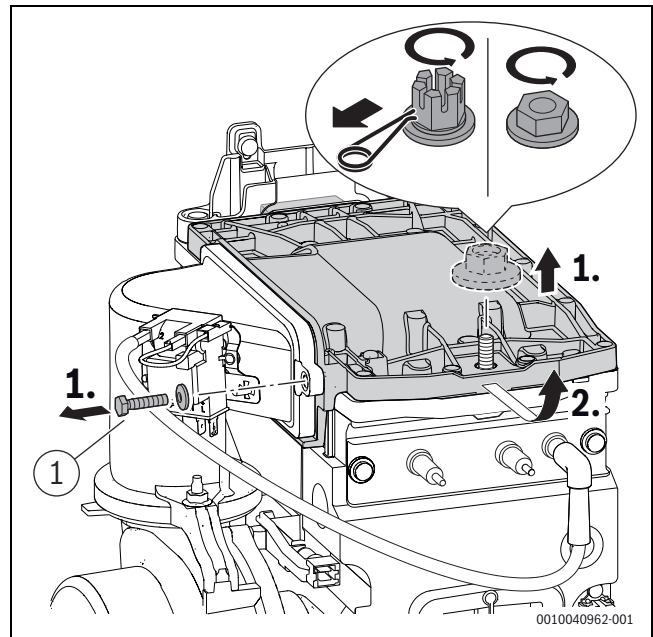

Bild 58 Brennerdeckel ausbauen
- ▶ Schraube ([1], Bild 58) am Brennerdeckel mit 5,5+0,5 Nm festziehen.